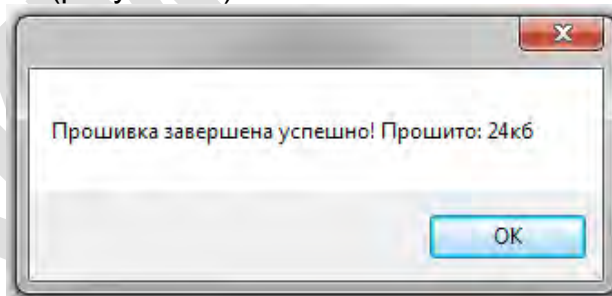

Рисунок 51 – Сообщение об успешном завершении обновления прошивки
3.19.6 После завершения процесса прошивки, на экране ПК будет выведено сообщение с результатами (рисунок 51).